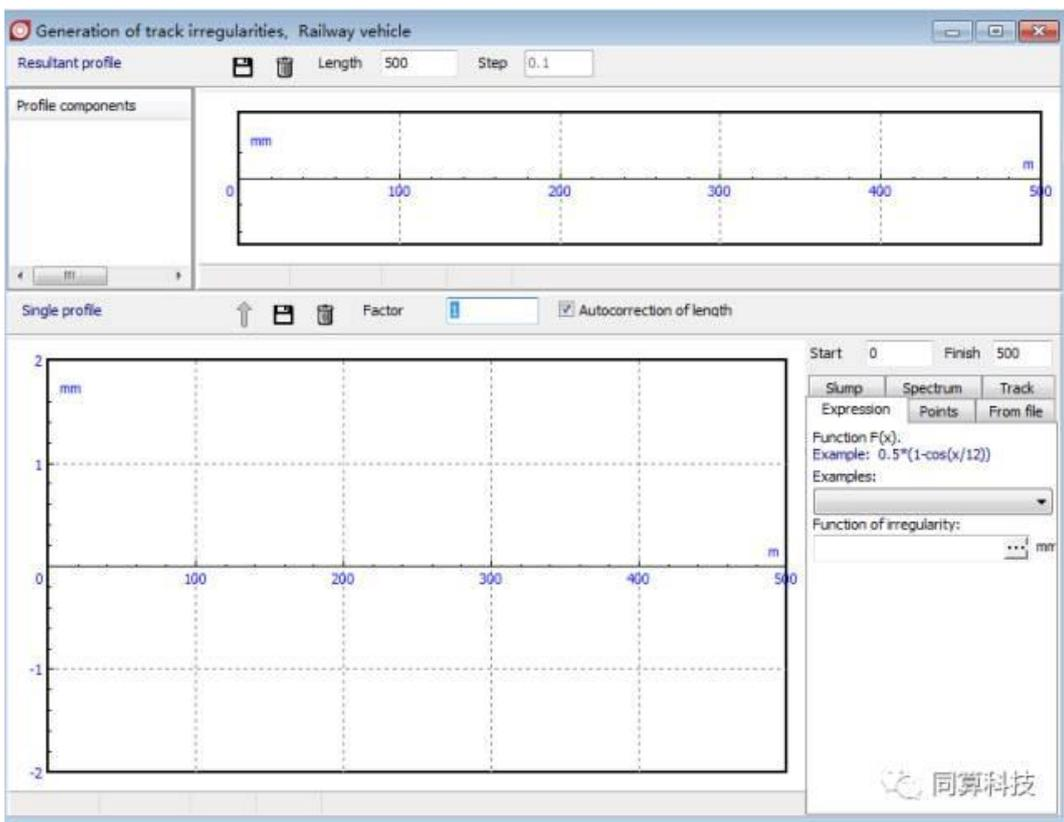
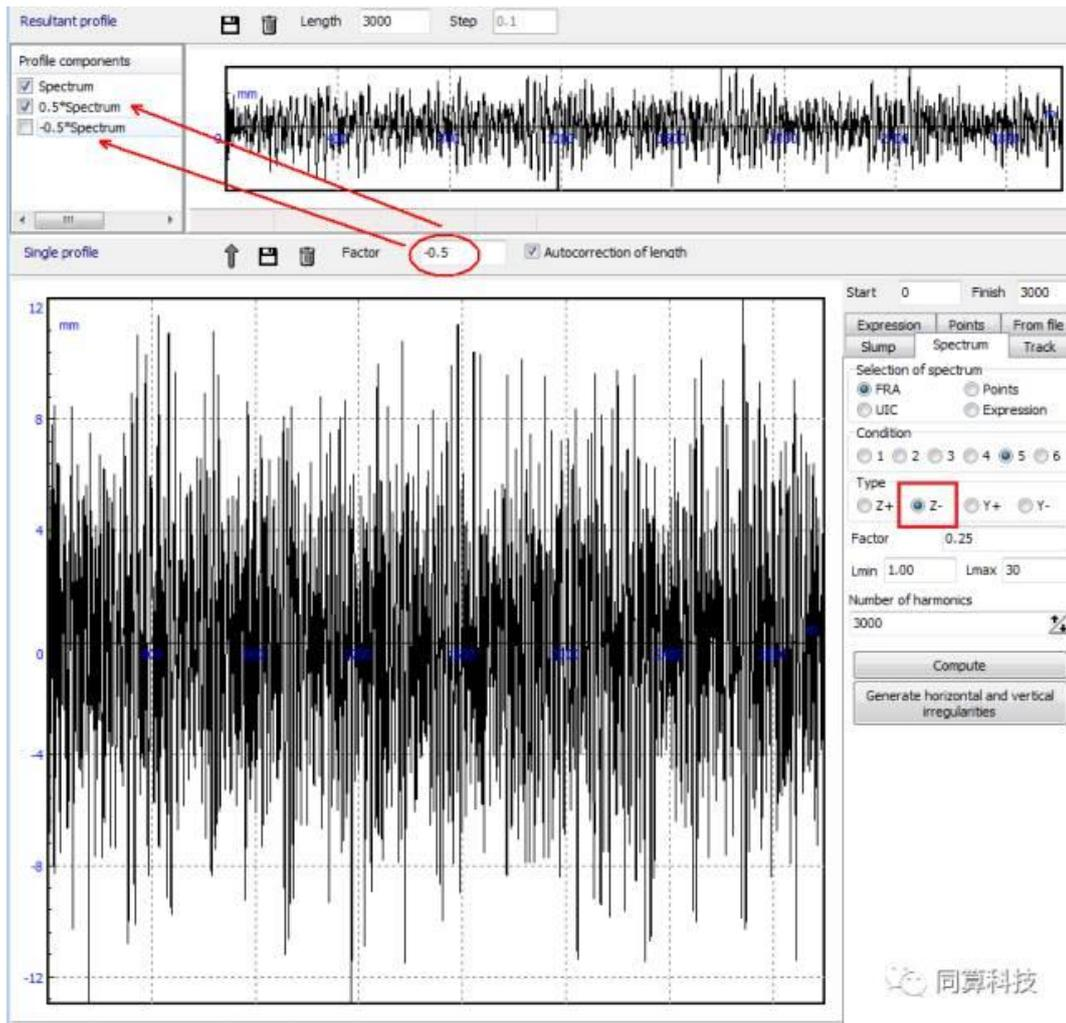

图 028-2
图 028-4
3、在图 028-2 界面，直接切换选择【Z-】，然后点击【Compute】，生成水平不平顺，分别以【+0.5】和【-0.5】倍数将水平不平顺添加到上方区域，如图 028-4。这样，勾选第一个和第二个表示合成左轨垂向不平顺样本，勾选第一和第三个表示合成右轨垂向不平顺样本，分别保存为*.way 文件。
我们前面的操作实际是对应**第二种**定义，如果采用第一种定义，那么在图 028-4 界面，圆圈处的数值应该设置为 1 或-1。